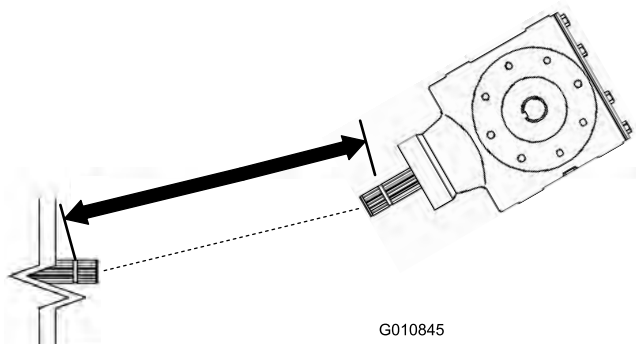
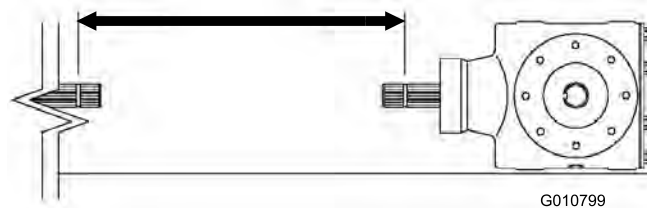
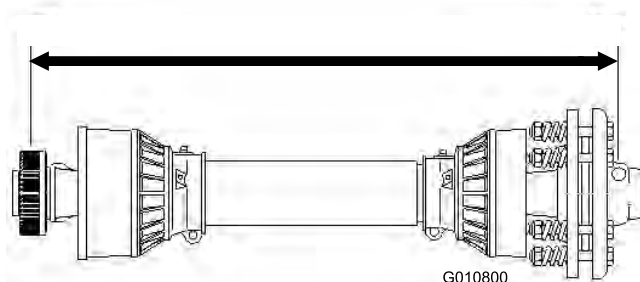

Figure 10
Figure 12
Figure 13
3. Mesurez la distance entre la gorge à l'extrémité de l'arbre de PDF du tracteur et la gorge sur l'arbre de PDF de la boîte d'engrenages de l'aérateur (Figure 10). Notez cette distance. Exemple : 67 cm.
5. Mesurez la distance entre la gorge à l'extrémité de l'arbre de PDF du tracteur et la gorge sur l'arbre de PDF de la boîte d'engrenages de l'aérateur (Figure 12). Notez cette distance. Exemple : 70 cm.
6. Sur l'arbre de PDF, mesurez la distance du centre de la bille de la goupille de blocage à une extrémité au centre du bouton de la goupille de blocage à l'autre extrémité (Figure 13). Notez cette distance. Exemple : 81 cm.
7. Utilisez la plus petites des deux mesures obtenues à la Figure 12 et la Figure 10, et ôtez cette distance de la distance obtenue à la Figure 13. Exemple : 81 cm moins 67 cm égale 14 cm.